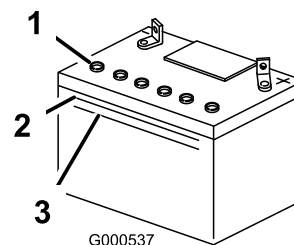

Figure 35
- Observez le côté de la batterie. Le niveau de l'électrolyte doit atteindre le trait **supérieur** (Figure 35). Le niveau d'électrolyte ne doit pas descendre au-dessous du trait inférieur (Figure 35).
- Enlevez les bouchons d'aération de la batterie (Figure 35).
4. Versez de l'eau distillée avec précaution dans chaque élément jusqu'au repère supérieur (Figure 35) sur le côté de la batterie.
5. Attendez cinq à dix minutes après avoir rempli les éléments. Au besoin, ajoutez de l'eau distillée pour amener le niveau jusqu'au repère supérieur sur le côté de la batterie (Figure 35).